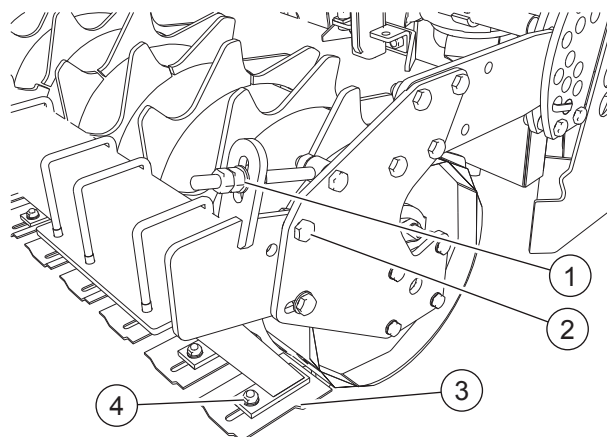

FIG. 34
- Aflojar la tuerca (2, "Fig. 34").
- Aflojar las tuercas (1) hasta acercar el rascador al rodillo en la medida que se desee.